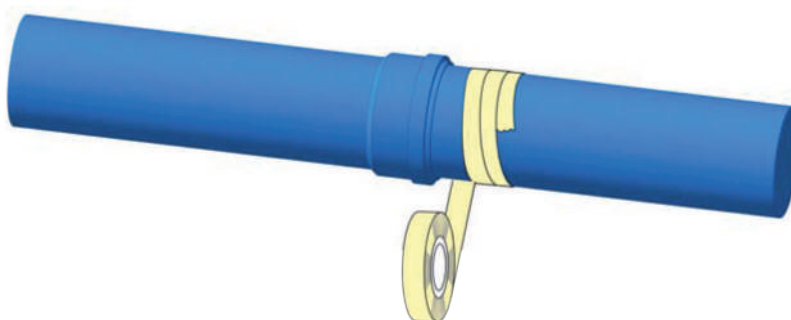

Ilustración 3 – Cubrimiento de la unión entre tubos o entre tubo y accesorio.
- ✓ Al tener bajos coeficientes de dilatación térmica, las campanas de inserción son suficientes por sí mismas para generar el anclaje adecuado en el concreto. No es necesario tomar ninguna precaución especial, excepto cubrir la hendidura entre la copa y el tubo con papel, película de plástico o cinta aislante para evitar la entrada de concreto en la unión, como se muestra en la **ilustración 3**.